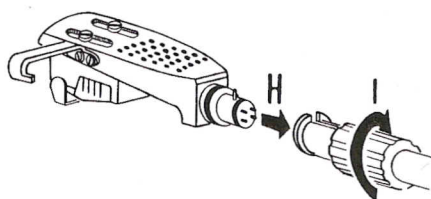

Fig.4. Montering av pickuphode
1.4 Montering av pickuphode (fig. 4)
1.4 Assembling the pick up head (fig. 4)